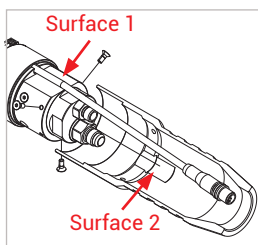

Figure 4
Attention : Au niveau des nozzles de ravitaillement, alignez le manchon de protection avec l'interface de données de sorte que la surface marquée 1 et la surface marquée 2 soient tournées l'une vers l'autre (*Figure 4*). Évitez de coincer le câble de données (pos. 7) entre le manchon de protection et le nozzle de ravitaillement. Cela peut entraîner des erreurs de communication.